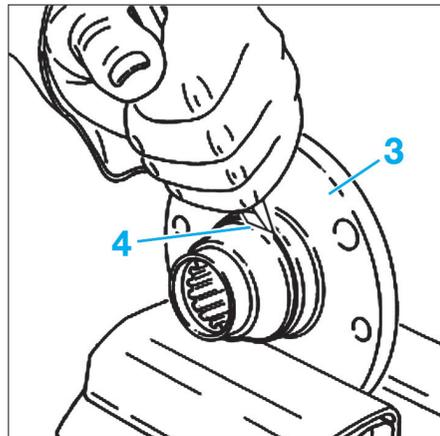

Fig. 18
- Fixer le moyeu de roue (3) de mordaches et retirer la cage interne (4) du roulement du moyeu avant, à l'aide d'un burin (Fig.18).